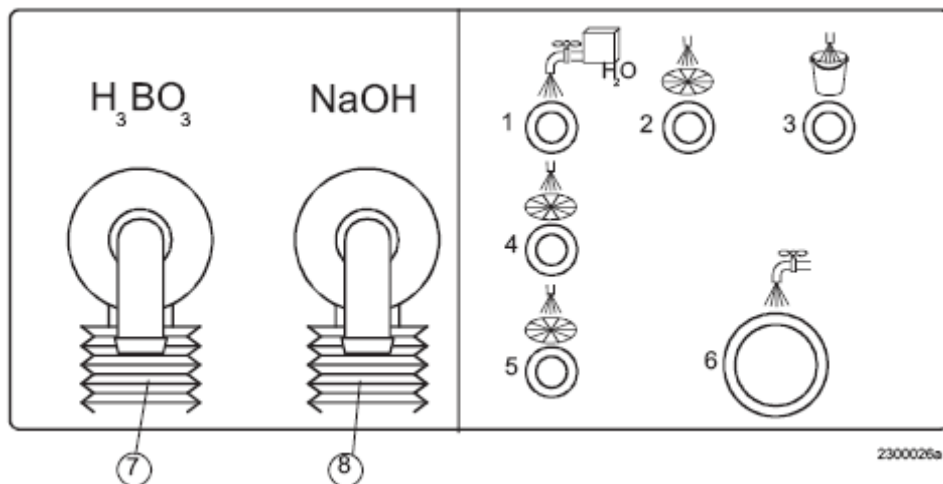

图 3 仪器背面：
2. 将强化管一端接在冷却水入口(图 3, 6)，另一端连接在冷却水源上。必要时用 胶带拧紧密封。